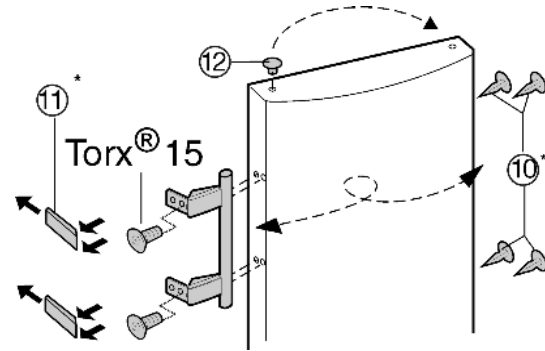

Fig. 8
- ▶ Stopfen Fig. 8 (12) aus der Türlagerbuchse herausheben und umsetzen.
- ▶ Türgriff, Stopfen Fig. 8 (10) und Druckplatten Fig. 8 (11) abmontieren und auf die Gegenseite umsetzen.